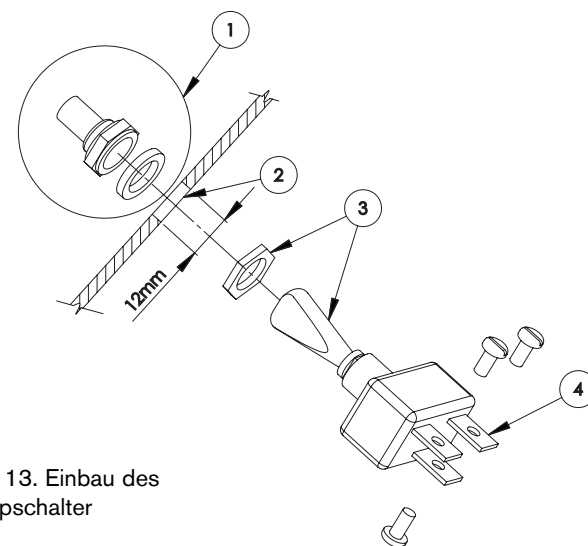

Abb. 13. Einbau des Stoppschalter
2. Schrauben Sie die Feststellmutter vollständig auf den Schalter. Element 3 in Abb. 13.